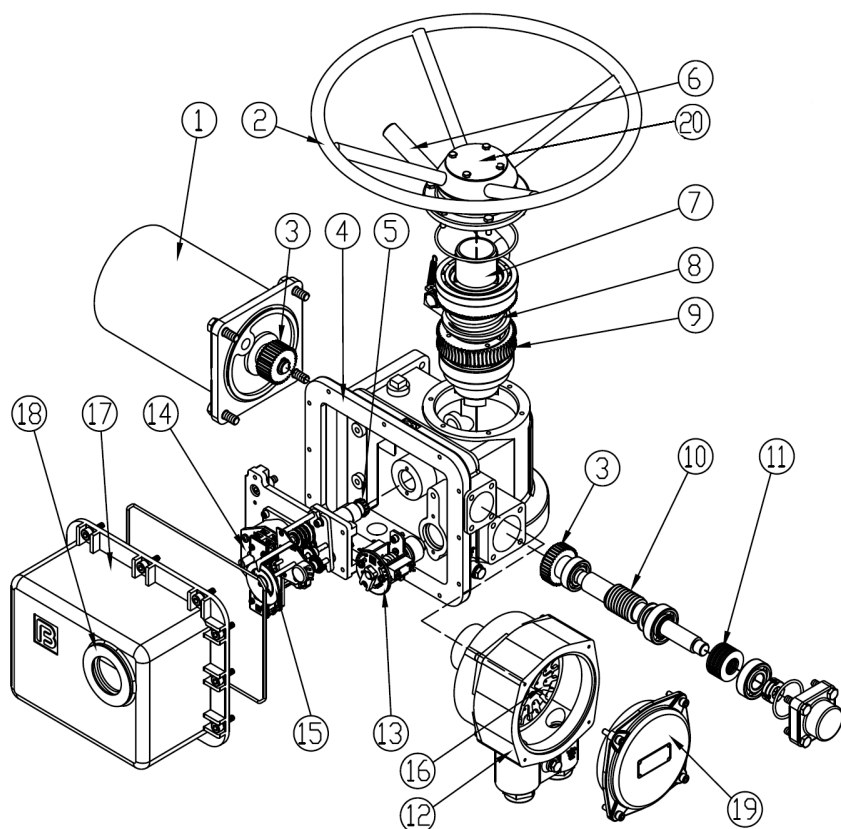

Рис.1 Электроприводы типа ГЗ-ВА, ГЗ-ВБ
2.1 Электроприводы типа ГЗ-ВА, ГЗ-ВБ (рис. 1)
Двухсторонняя муфта ограничения крутящего момента (13) (рис. 1) состоит из червячного вала (10), сбалансированного по осевым перемещениям тарельчатыми пружинами (11) и ограничителя крутящего момента с пластиной С (рис 3).
Вращение от электродвигателя (1) (рис. 1) через прямозубую цилиндрическую шестерню (3) передаётся на червячный редуктор (9, 10), который обеспечивает вращательное движение выходного вала (7) и через кулачковую муфту преобразуется в поступательное движение штока затвора арматуры.
Ограничитель хода выходного вала (14) (рис. 1) через переходной вал (5) механически связан с выходным валом (7) электропривода. После надлежащей настройки ограничитель хода выходного вала соответствует определенным положениям затвора. При достижении затвором арматуры этих положений срабатывают соответствующие микровыключатели, отключая электропитание электродвигателя.
Индикатор положения затвора арматуры (15) (рис. 1) механически связан с ограничителем хода выходного вала. После надлежащей настройки указания индикатора соответствуют определенным положениям затвора арматуры независимо от режима работы электропривода – ручного или электрического.